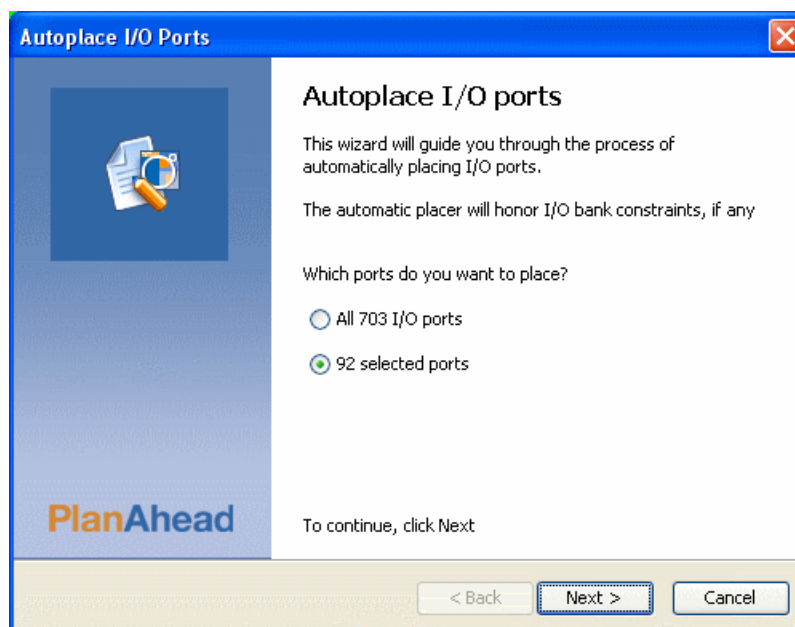

図 8-23 : Autoplace I/O Ports ウィザード
- 278 ページの図 8-23 に示す Autoplace I/O Ports ウィザードが表示されます。